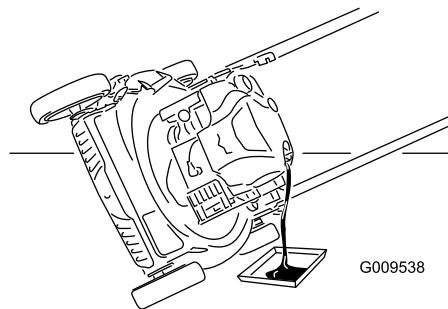

Рисунок 21
4. Для слива отработанного масла через маслозаливной патрубкок переверните газонокосилку набок воздушным фильтром вверх (Рисунок 21).